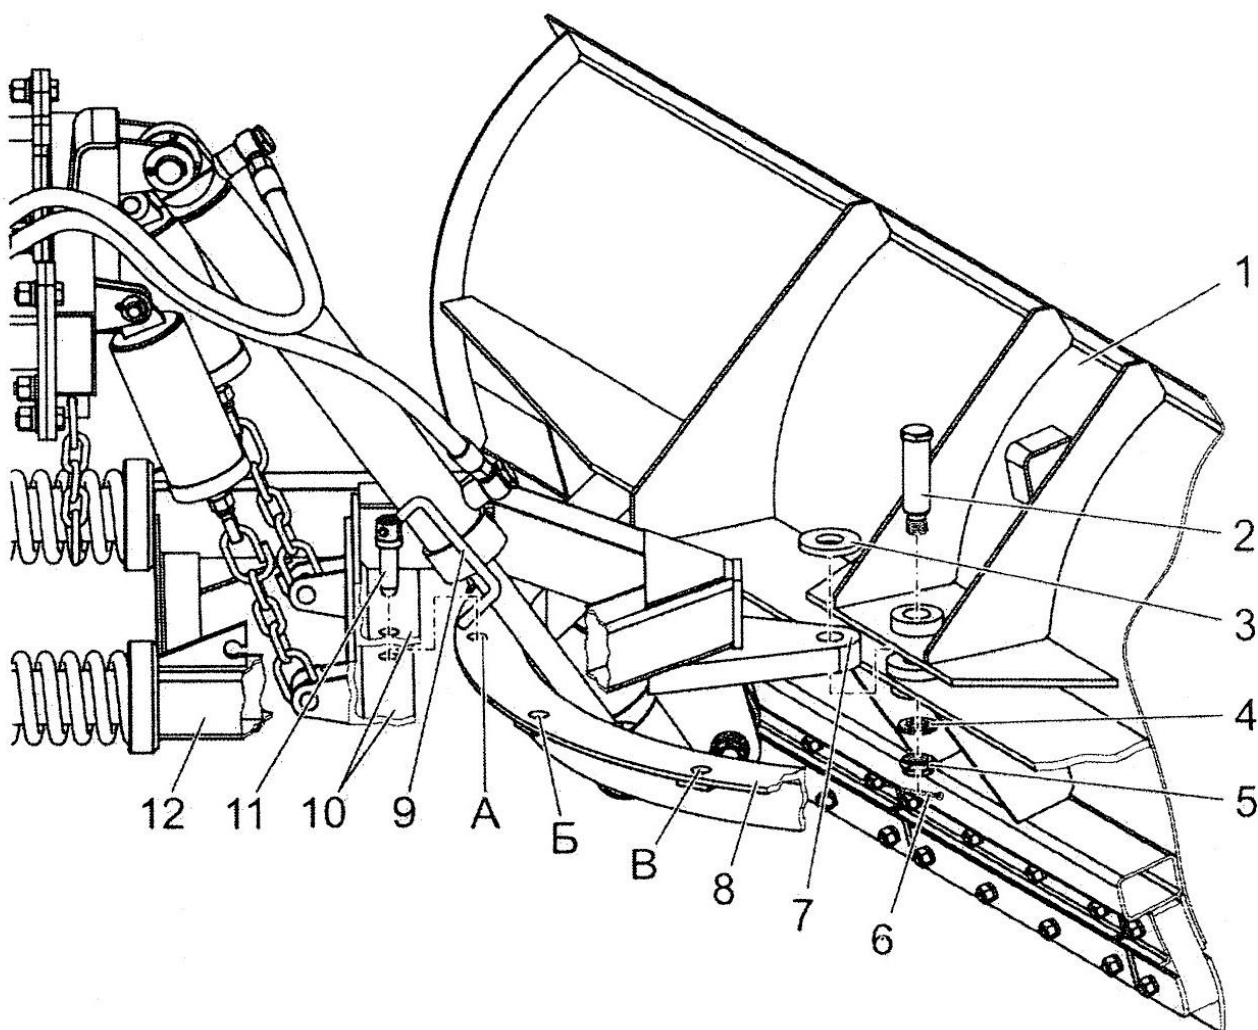

Рисунок 2.4 – Крепёж отвала
- подвести отвал 1 (рисунок 2.4) к толкающей раме 12 подъемно-транспортным оборудованием или установить трактор перед отвалом так, чтобы ухо 7 толкающей рамы вошло в паз отвала, а поворотный сектор 8 отвала – в паз направляющих 10 толкающей рамы;
- поднять вверх рычаг 9 (рисунок 2.4) фиксатора 11 и, удерживая в поднятом положении, извлечь фиксатор из отверстий направляющих 10 толкающей рамы 12;
- поднять вверх рычаг 9 (рисунок 2.4) и, удерживая в поднятом положении, извлечь фиксатор 11 из отверстий направляющих 10 толкающей рамы 12;